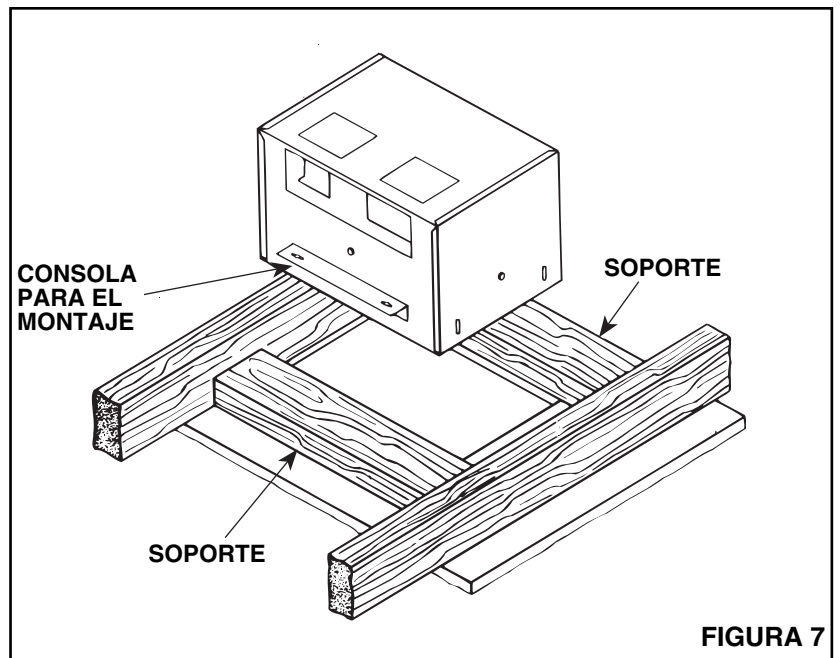

FIGURA 7
3. Refiérase a la **Figura 7.** En el ático o en el sótano de pequeña altura, marque el techo para el recorte utilizando la caja como plantilla. Recorte las dimensiones  $10\frac{3}{16}$ " x  $14\frac{3}{8}$ ". El lado corto ( $10\frac{3}{16}$ " o el recorte debe estar junto a la vigueta de techo.
5. Refiérase a la **Figura 7.** Instale los soportes entre las viguetas utilizando clavos o tornillos dejando  $10\frac{3}{16}$ " entre ellos.
6. Refiérase a la **Figura 7.** Las consolas para el montaje deben montarse en los lados largos del alojamiento.
**NOTA:** Cada una de las consolas de montaje se fijan con dos (2) tuercas hexagonales.